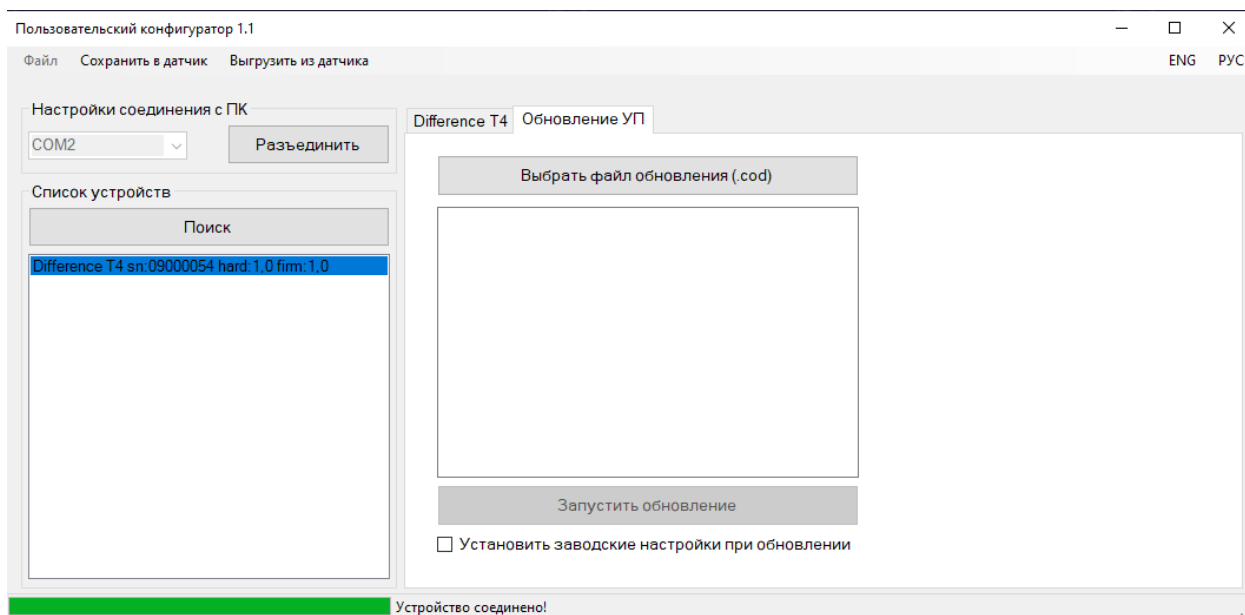

Рис.13
Во вкладке «Обновление УП» (Рис.13) находятся опция обновления прошивки и сброса прибора на заводские настройки.
3. Перейти во вкладку «**Обновление УП**» (Рис. 13).